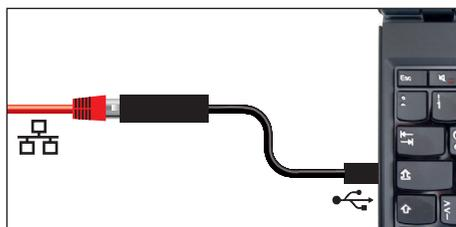

Fig. 8 Convertidor Ethernet–USB
- ▶ Convertidor USB–Ethernet (Fig. 8). Esta pieza permite conectar la conexión de red del equipo (véase la página 13) con la conexión USB de un PC/ordenador portátil.